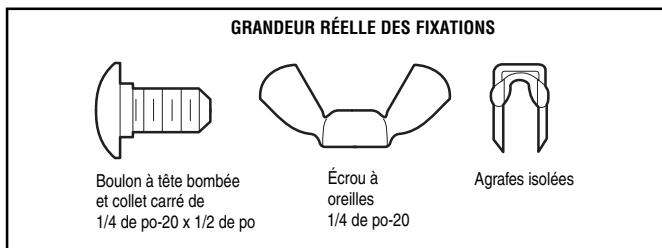

Figure 1
- Faire glisser les bras courbés par-dessus le bord arrondi de chaque guide de porte, les bras courbés étant dirigés vers la porte. Enclencher en place contre le côté du guide. Il doit reposer à plat, avec le rebord embrassant le bord arrière du guide, comme illustré à la Figure 1.